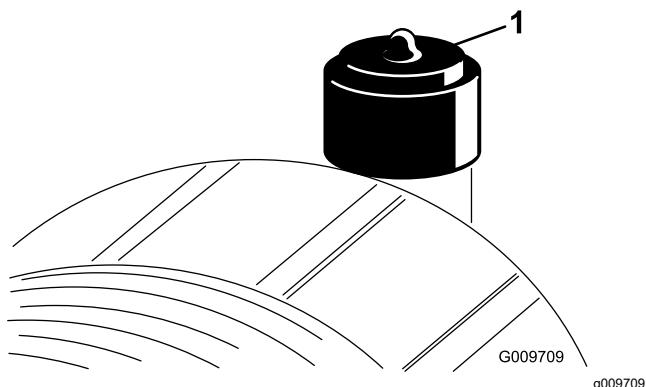

Figura 56
Faça a manutenção ao filtro de ar apenas quando o indicador de serviço (Figura 56) o exigir. Mudar o filtro de ar antes de ser necessário apenas aumenta a possibilidade de entrar sujeira no motor quando retira o filtro.
2. Reinicie o indicador (Figura 56) se este se apresentar vermelho.